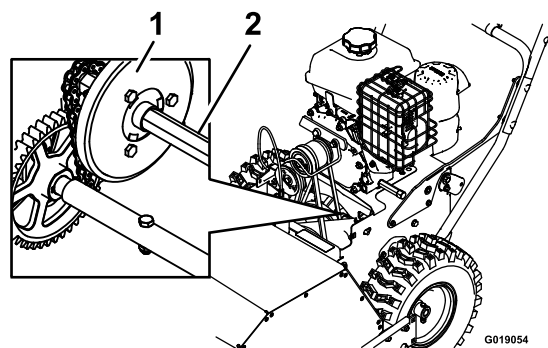

Figura 21
4. Sumerja un pincel limpio, largo y de punta fina, en aceite de motor, y lubrique ligeramente el eje hexagonal (Figura 21).
**Importante:** No manche de aceite la rueda de goma o el plato de arrastre por fricción de aluminio, porque la transmisión patinaría (Figura 21).